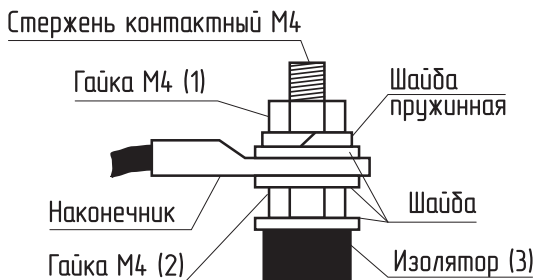

Рис. 7 Присоединение проводов к выводам блок ТЭН
- Гаек на контактных стержнях ТЭН с усилием 1,8 Нм (см. **Рис. 7**);
- При замене блока ТЭН присоединение фазных проводов к выводам блока ТЭН производить согласно **Рис. 7**. Сечение кабеля указано в **Табл. 2**;
- Провод нейтральной «N» подключить на перемычку блока ТЭН (**Рис. 7**).